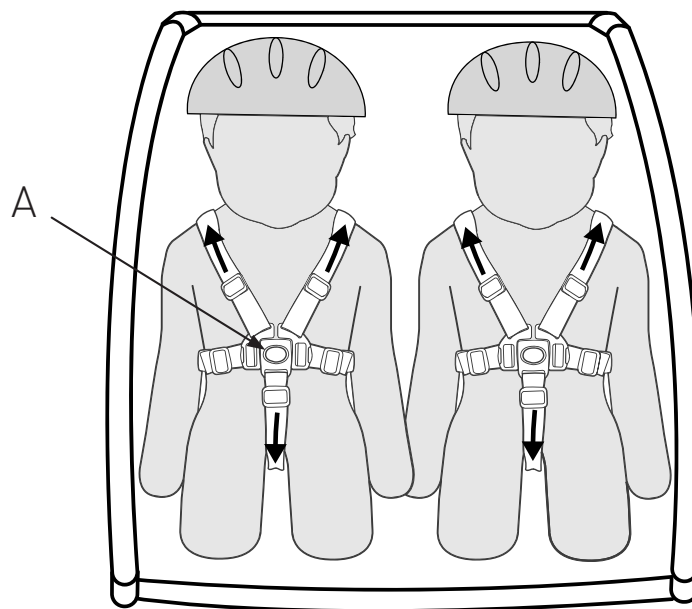

Figure 22
1. Avant d'installer/désinstaller votre enfant, engagez le frein de stationnement. Une fois l'enfant assis, sécurisez et ajustez les harnais. Attachez les sangles et les ceintures dans le harnais à 5 points, puis ajustez-les (Figure 22). Attachez et ajustez la/les ceinture(s) sous-abdominale(s).